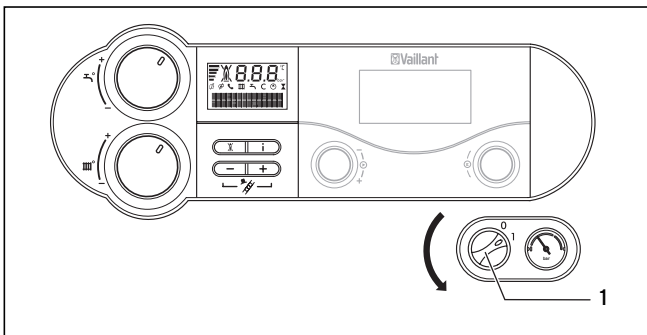

Abb. 4.17 Gerät ausschalten (hier abgebildet: atmoTEC/turboTEC exclusiv)
- Nehmen Sie nun die Messungen im **Abgasweg** an der Prüföffnung (1) vor. Messungen im **Luftweg** können Sie an der Prüföffnung (2) vornehmen.
- Drücken Sie nun gleichzeitig die Tasten „+“ (1) und „-“ (2) (siehe Abb. 4.17), um den Messbetrieb wieder zu verlassen. Der Messbetrieb wird auch beendet, wenn Sie 15 Minuten lang keine Taste betätigen.